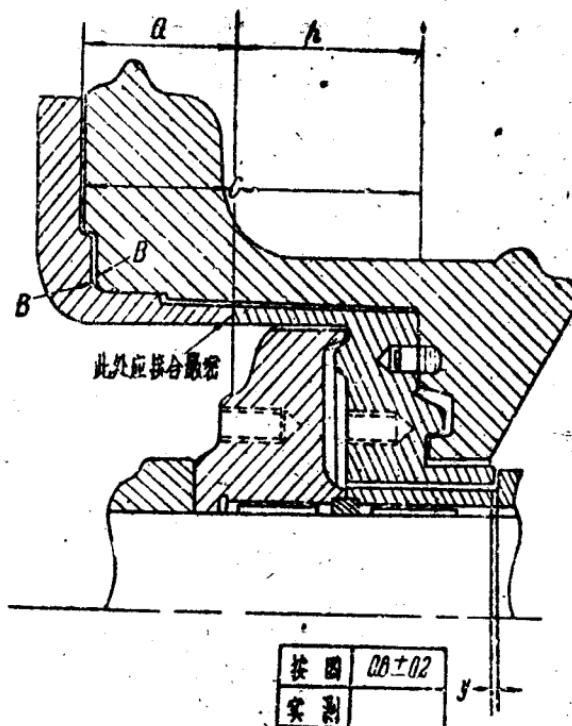

图 8
11. 测量静平衡盘是否已被盘根冷却室的外壳压紧，应有 0.03~0.05 公厘的张力，其测量方法如图 8。如不符上述要求，应修刮其接合面或加厚，减薄其巴金垫。此处尺寸不易量准，同时制造厂做的也很准确，一般没有问题，所以决不可贸然动手。